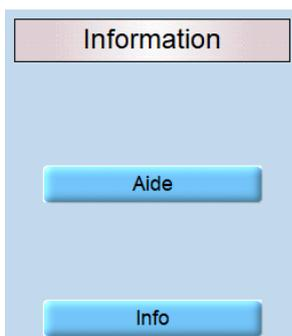

Figure 114
**Info** : Affiche des informations telles que le numéro de série et la version du logiciel (Figure 114).